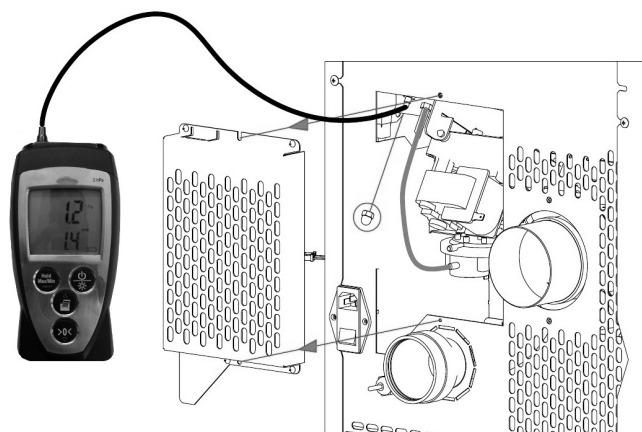

Fig. 77 - Σύνδεση ψηφιακού πρεσοστάτη
- Συνδέστε με ένα σωλήνα με ψηφιακό διακόπτη πίεσης για την ανίχνευση της αρνητικής πίεσης (βλ. **Fig. 77**).